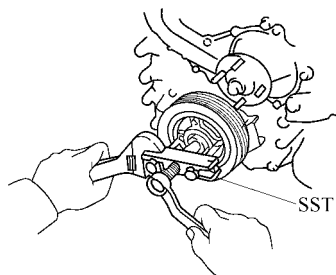

图 1-79 拆下曲轴带轮
2) 使用曲轴带轮拉拔器, 拆下曲轴带轮, 如图 1-79 所示。
(5) 拆下油底壳。